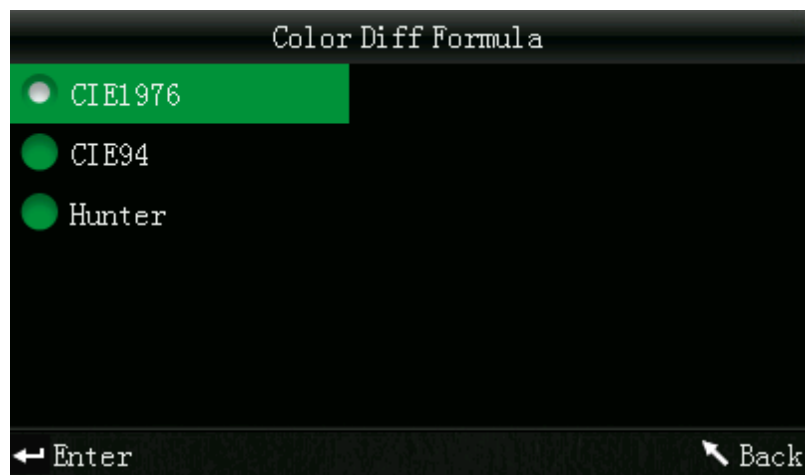
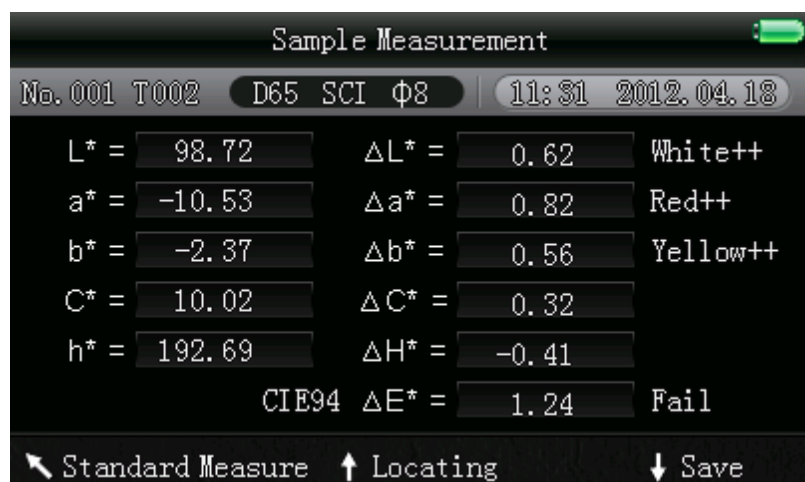

Abbildung 56: Farbunterschied Formeln
Abbildung 57: CIE94 Farbunterschied Formel für Beispielmessung
- e) Wählen Sie „Settings“ – „Color Diff Formula“ um auf die Oberfläche (Abbildung 56) zu gelangen. Über diese Oberfläche können Sie die gewünschte Farbunterschied Formel auswählen. Nach Auswahl und Speicherung der Formel berechnet das Messgerät den Farbunterschied während des Messvorgangs entsprechend der Formel. Die entsprechenden Oberflächen werden in Abbildung 57 und 58 dargestellt.